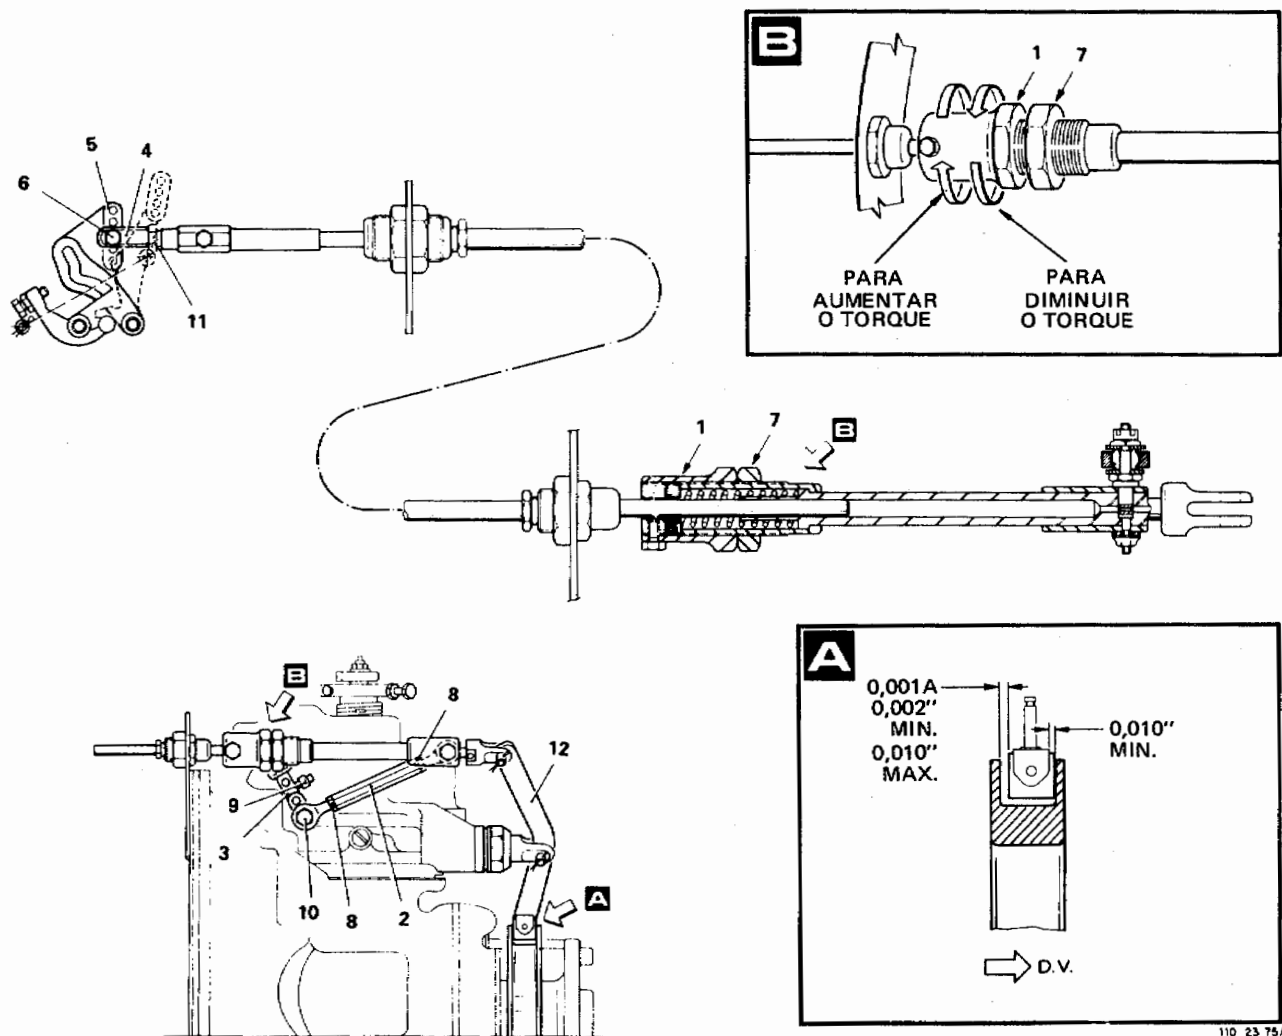
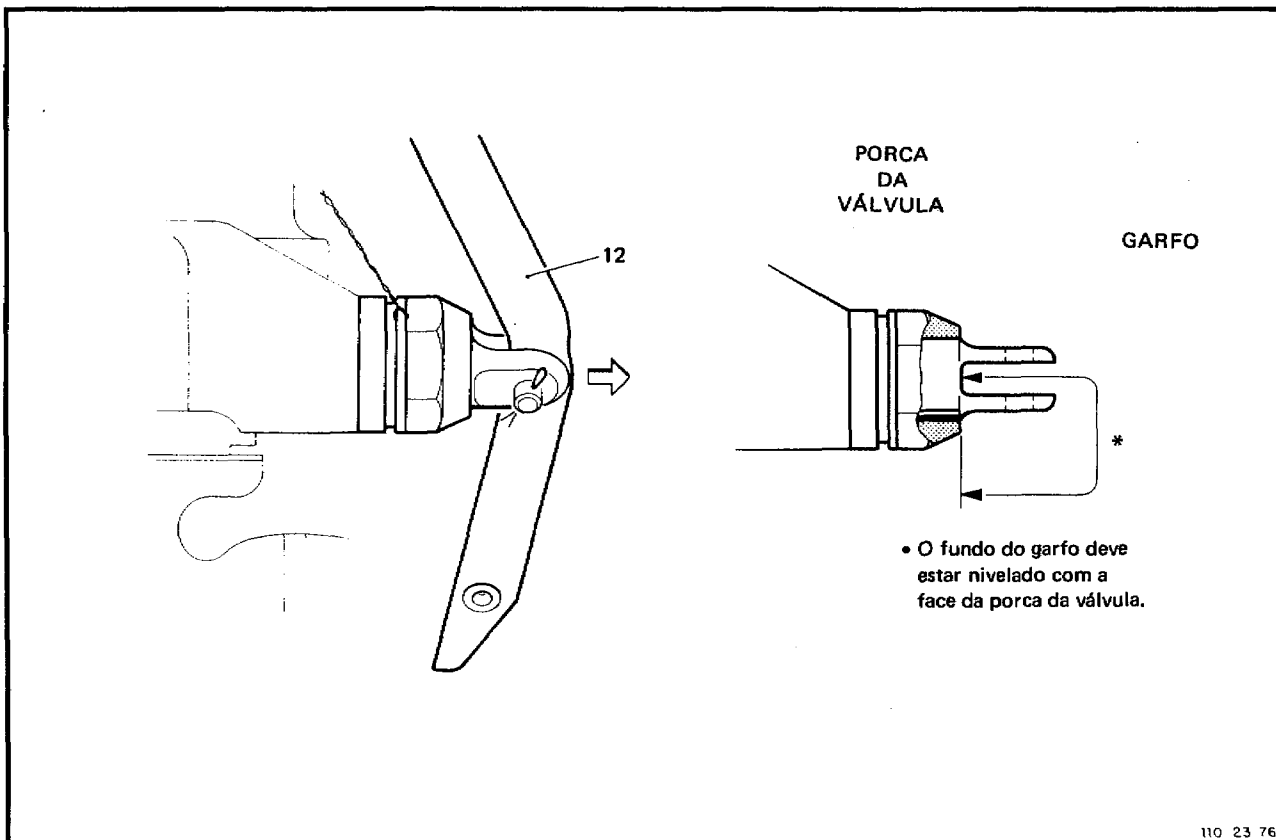

Figura 3-12A. Ajustagem Estática da Válvula Beta e do Batente Primário de Passo Mínimo
Figura 3-12B. Posição Correta da Válvula Beta
3-52. AJUSTAGEM ESTÁTICA DA VÁLVULA BETA (figura 3-12A)
Para remover o pino (6) é necessário posicionar o conjunto de cames na posição correspondente à potência máxima, como indicado em linha tracejada na figura 3-12A.
2. Desconecte a haste do governador da turbina de potência (2) do braço de posicionamento do governador da turbina de potência (3).
3. Remova o arame de freio da contraporca (7) da unidade telescópica (1) e desaperte a contraporca.
4. Com a alavanca de reversão da hélice (12) puxada para frente, atue sobre a unidade telescópica (1) de modo que a válvula Beta fique com o fundo do garfo faceando com a extremidade dianteira da porca da válvula (veja a figura 3-12B).
3-56. AJUSTAGEM DO BATENTE PRIMÁRIO DE PASSO MÍNIMO (figura 3-12A)
4. Remova o arame de freio da contraporca (7) da unidade telescópica (1) e afrouxe a contraporca.
5. Se for necessário aumentar o torque, gire a unidade telescópica (1) no sentido anti-horário.
6. Se for necessário diminuir o torque, gire a unidade telescópica (1) no sentido horário.
Uma volta completa da unidade telescópica (1) no sentido horário ou anti-horário reduz ou aumenta, respectivamente, o torque em, aproximadamente, 95 lb.ft (veja a figura 3-12A).